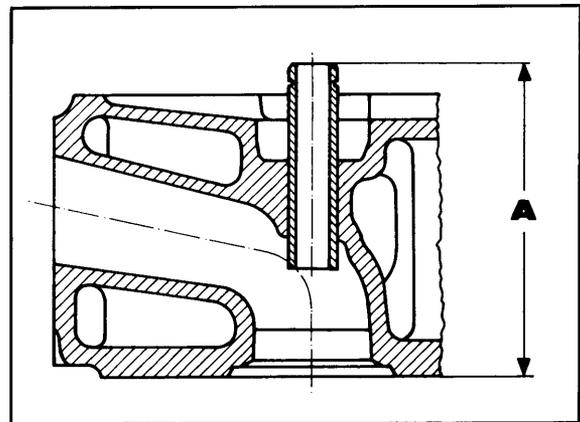

Figura 01-7/4
**NOTA:** Las medidas para encaje son las que se reflejan en la tabla y figura 01-7/1.
6.— Montar las guías e introducirlas hasta la profundidad que se indica en la tabla y figura 01-7/1.